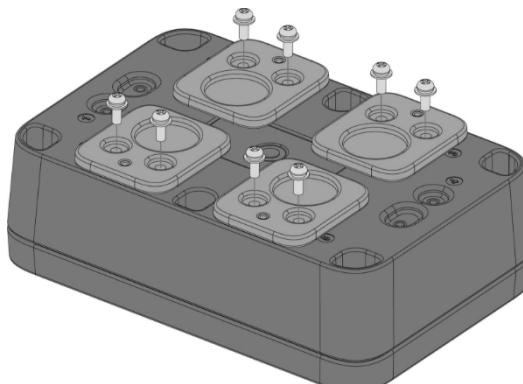

Abbildung 31: Befestigung der Magnethalterung am Gehäuse
2. Befestigen Sie die mit dem Buchstaben G gekennzeichnete Magnethalterung mit einer (1) bis acht (8) M3*8-mm-Kopfschrauben mit Unterlegscheibe am WisBlock Unify-Gehäuse. Platzieren Sie sie an den festen Positionen 1 bis 6 des Gehäuses, wie in **Abbildung 31** dargestellt.